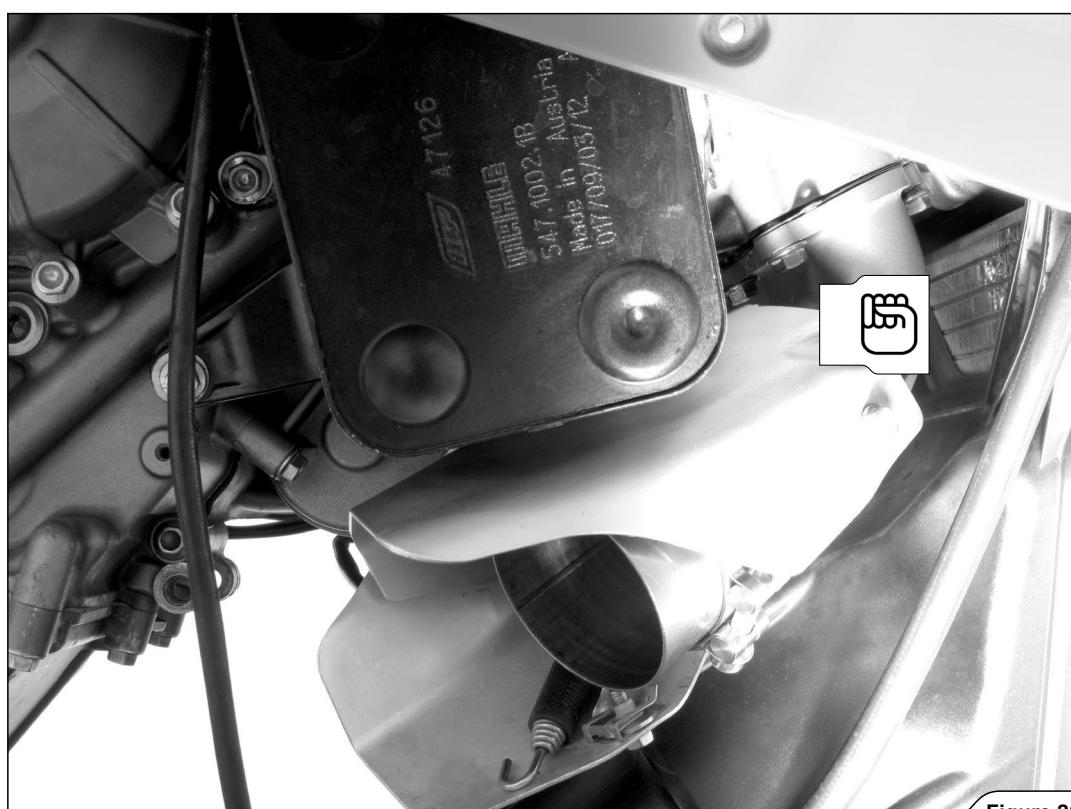

Figure 26
- フロントマニホールドをシリンダーヘッドに手で締め付け、オリジナルのナットを取り付けます (図 26)。